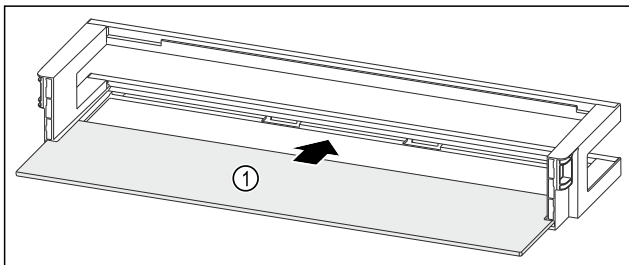

Fig. 277 Лотки на дверцятах з полицею
- Всуňte полицю Fig. 277 (1) в бокові пази.